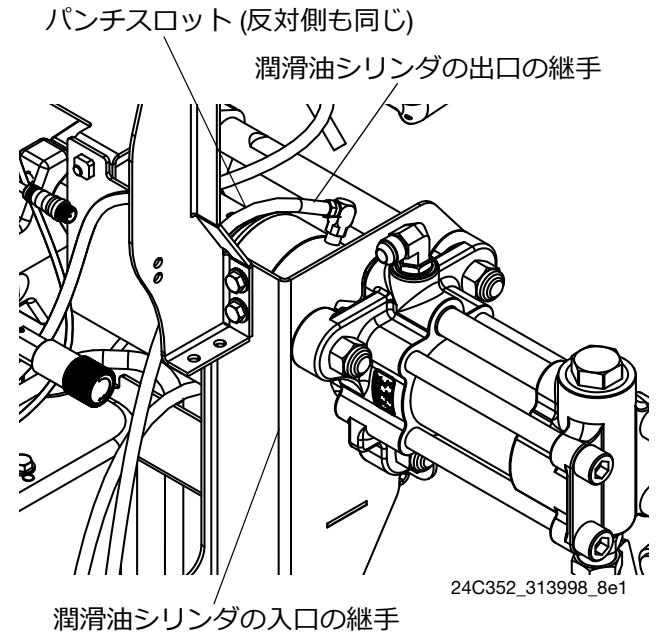

図 5: 潤滑油シリンダ、装置の左後方からの視点
3. 潤滑油シリンダの入口と出口の継手を取り付けます。以下を参照してください: 図5。スレッドシーリング剤をスレッドにはめこみます。